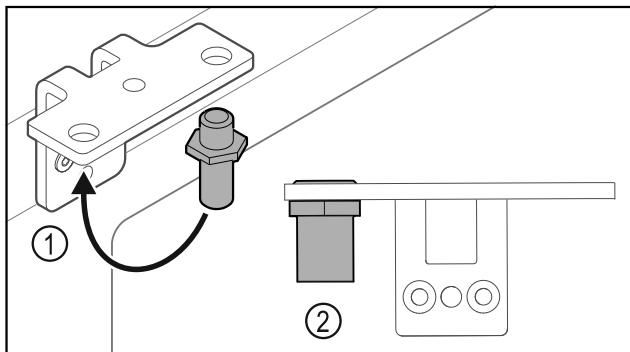

Fig. 37
- Cambiar la posición del perno Fig. 37 (1) en la escuadra de bisagra.
► Apretar el perno Fig. 37 (2) con un par de 12 Nm.